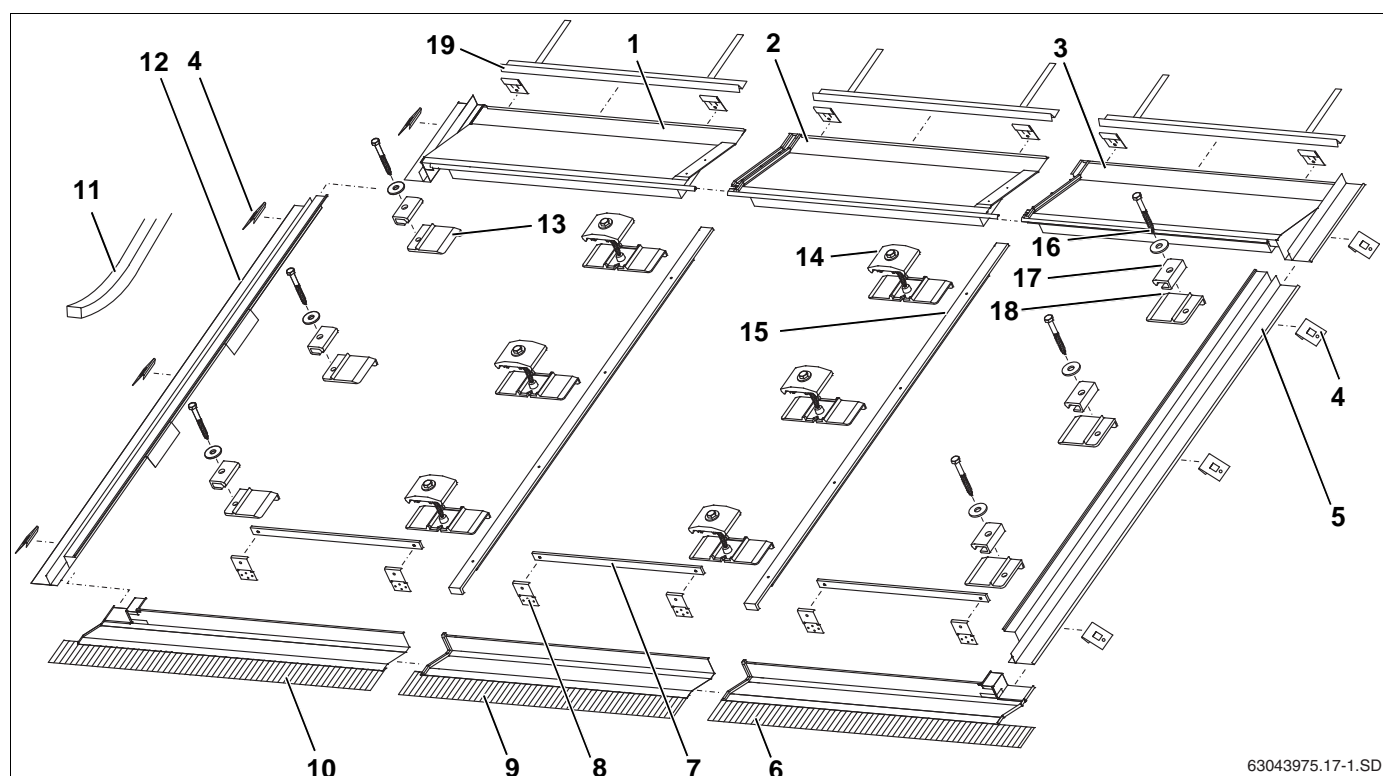

Fig. 2 1 grundbyggesæt til de yderste solfanger og 1 udvidelsessæt til den midterste solfanger (lodret, en række)
De nederste dækplader (fig. 2, **pos. 6, 9 og 10**) er udført til skifer/tagspån-taginddækning uden blyskørt.
#### Grundmonteringssæt til de to yderste solfanger i en solfangerrække (fig. 2):
#### Udvidelsessæt, til alle øvrige solfanger (fig. 2):